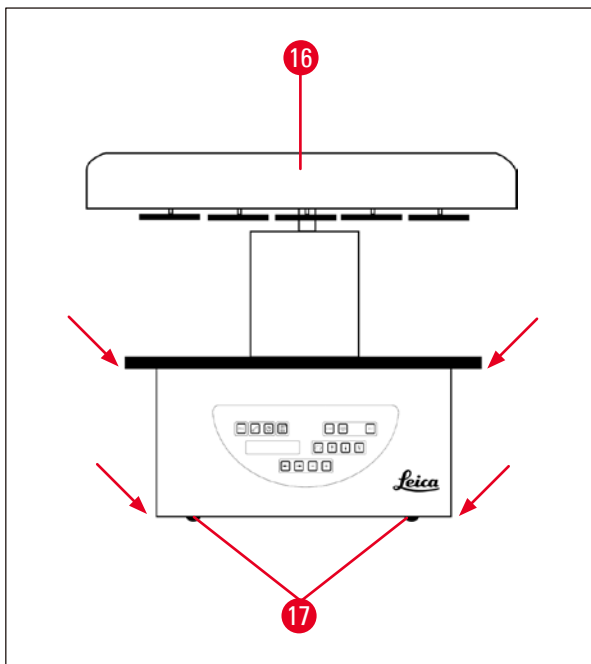

Fig. 12
- Ta tak i beholderplattformen eller undersiden av huset (→ Fig. 12), og løft apparatet av transportplaten (→ Fig. 11-10).